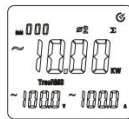

Figura 8-4
- Așa cum se arată în Figura 8-4, apăsați tasta ϕ pentru a măsura puterea totală trifazată. Puterea curentă măsurată pentru locația celei de-a doua faze va fi, de asemenea, calculată și salvată.